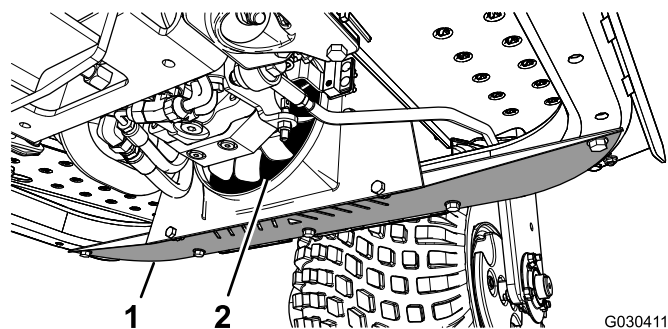

Рисунок 44
1. Снимите нижний щиток (Рисунок 44).
2. Используя патрубок, продуйте сжатым воздухом пространства между лопастями вентилятора (Рисунок 44), чтобы выдуть загрязнения с той стороны, откуда они были занесены.